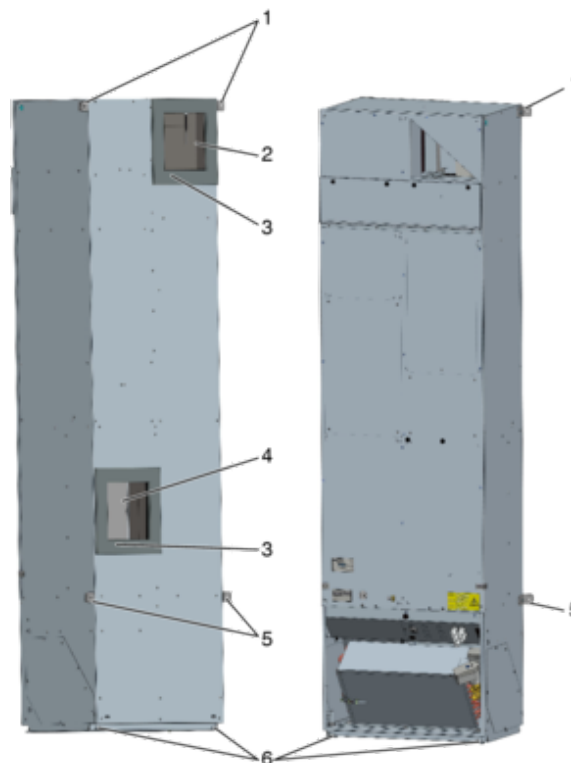

Abb. 4: Geräteaufstellung, Beispiel SCHOOLAIR-V-HV
1. ▶ Lüftungsgerät mit der Fassadenseite (Abb. 4 /A) an die Fassade stellen. Die Luftöffnungen (Abb. 4 /2 und Abb. 4 /4) müssen dabei mit den Öffnungen in der Fassade übereinstimmen, ggf. mit Stellfüßen justieren.
2. ▶ Das Lüftungsgerät mit geeigneten Schrauben (\varnothing 6 mm) an den Befestigungslöchern (Abb. 4 /1 und Abb. 4 /5) mit der Fassade verschrauben.